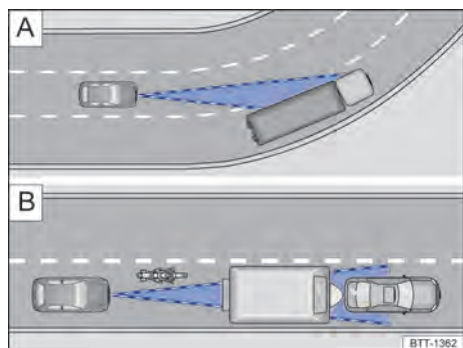

Fig. 140 [A] Condução em curvas. [B] Veículos à frente fora da área de alcance do radar.
O sensor do radar mede sempre em linha reta. Por isso, veículos em curvas estreitas podem ser detectados por engano ou veículos trafegando à frente podem não ser detectados → Fig. 140 [A]. ▶
- Veículos que trafegam fora da área de alcance do sensor a curta distância do veículo próprio, por exemplo, motocicletas → Fig. 140 [B].